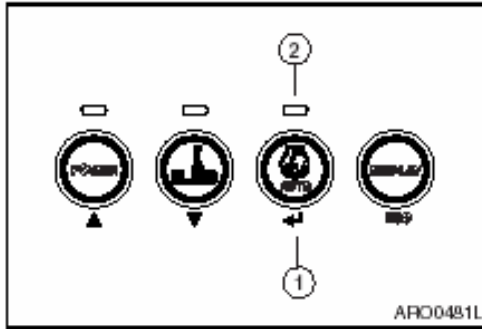

Figura 5
6. Desconecte el interruptor automático de la marcha lenta (1, Figura 5). El testigo luminoso (2) no se encenderá.